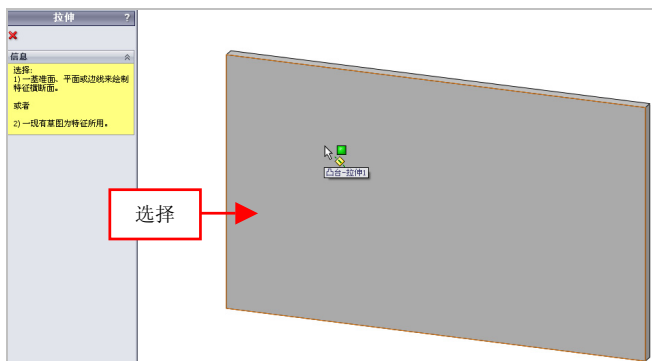

图 16-46 选择草图绘制面
(4) 单击【拉伸切除】按钮，弹出【拉伸】属性管理器，选择合适的面为草图绘制面，如图 16-46 所示。